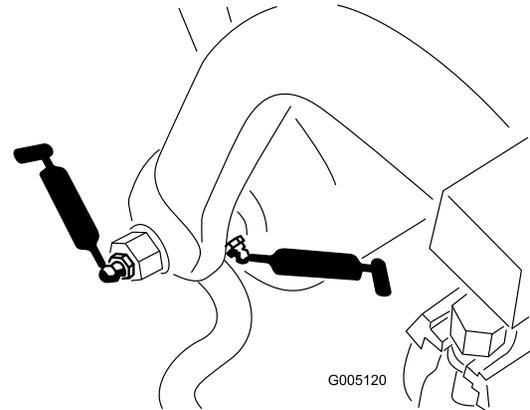

Figura 34
- Rullo e albero del telaio di trazione (12) (Figura 34)